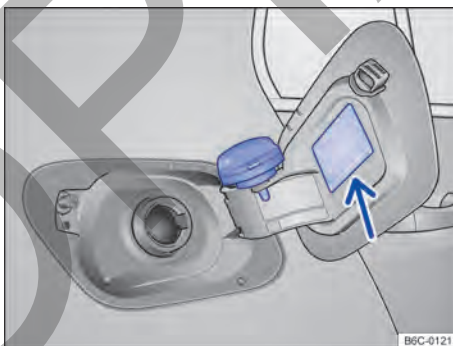

Fig. 173 Portezuela del depósito de combustible abierta con el tapón de cierre del depósito de combustible colgado.
- Retirar la tapa del depósito girándola en sentido antihorario y encajarla en el soporte de la portezuela del depósito → fig. 173.